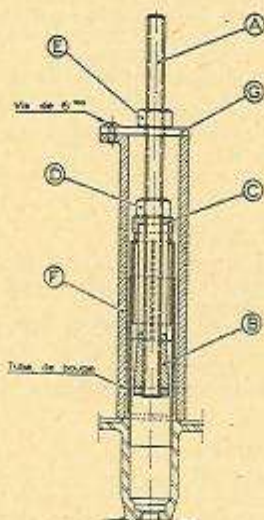

Fig. 4. — Extraction d'un tube de bougie.
- Introduire à l'intérieur du tube de bougie, et au-dessus du niveau de la culasse, la tige filetée (A) équipée du cône (B), de l'extracteur extensible (C) et des écrous (D) et (E) (figure 4).
- Serrer l'écrou (D), le cône (B) provoque l'extension de l'extracteur (C) qui devient solidaire du tube de bougie.
- Couvrir l'ensemble avec le fourreau (F) et faire pivoter la plaque (G) pour qu'elle recouvre le fourreau.
- Visser l'écrou (E), le tube de bougie s'extraite facilement.